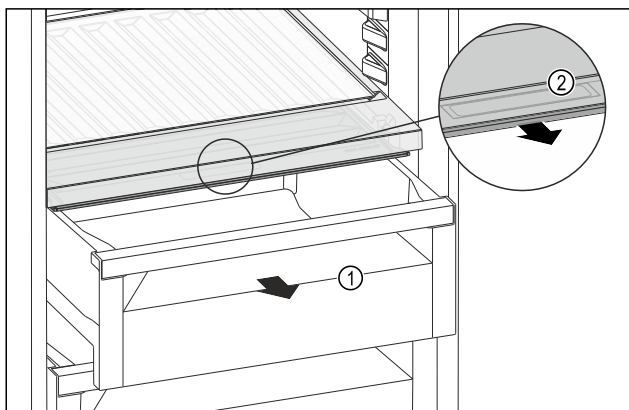

Fig. 192
- ▶ Zásuvku Fig. 192 (1) vytáhněte.
- ▶ Uchopte prohlubeň pro rukojeť Fig. 192 (2) na víku zásuvky a současně zatáhněte za víko zásuvky směrem dopředu.